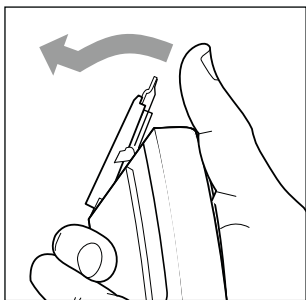
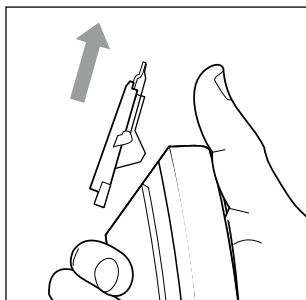

Fig. 8
Fig. 9
- 1) Apăsăți întâi capul de tăiere **1** cu degetul mare, în față, detașându-l de pe aparat (a se vedea fig. 8). Trageți apoi capul de tăiere **1** în sus din aparat (a se vedea fig. 9).